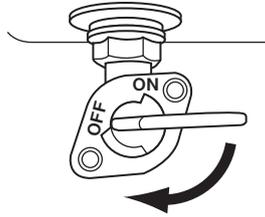

Abb. 12
1. Öffnen Sie den Kraftstoffhahn (15), indem Sie diesen nach unten auf „ON“ (ein) drehen (Abb. 12).